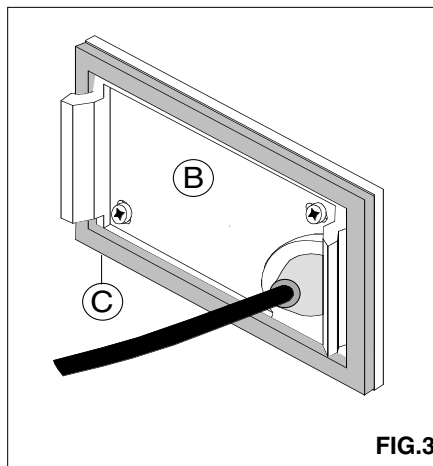
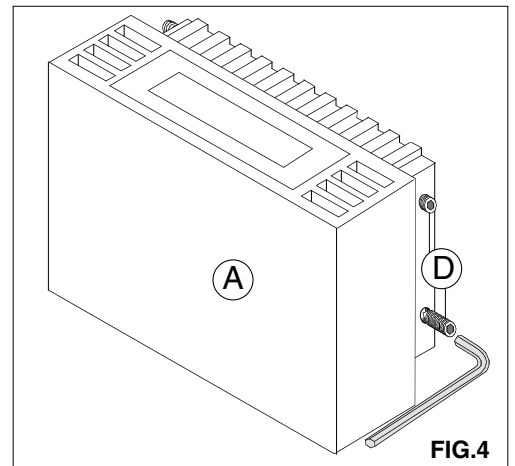

FIG.3
FIG.4
- Verificare il giusto posizionamento della guarnizione **C** sulla piastra **B**, appoggiarvi il corpo **A** e bloccare i grani **D**. **FIG3/FIG.4**
- Check the correct positioning of the gasket **C** on the plate **B**, lean the body **A** and lock the grains **D**. **FIG3/FIG.4**
- Placer la plaque **B** dans le corps **A** et serrez les vis **D**. **FIG.3/FIG.4**
- Comprobar el correcto posicionamiento de la junta **C**. Colocar la placa en el cuerpo **B** y apretar los tornillos **D**. **FIG.3/FIG.4**